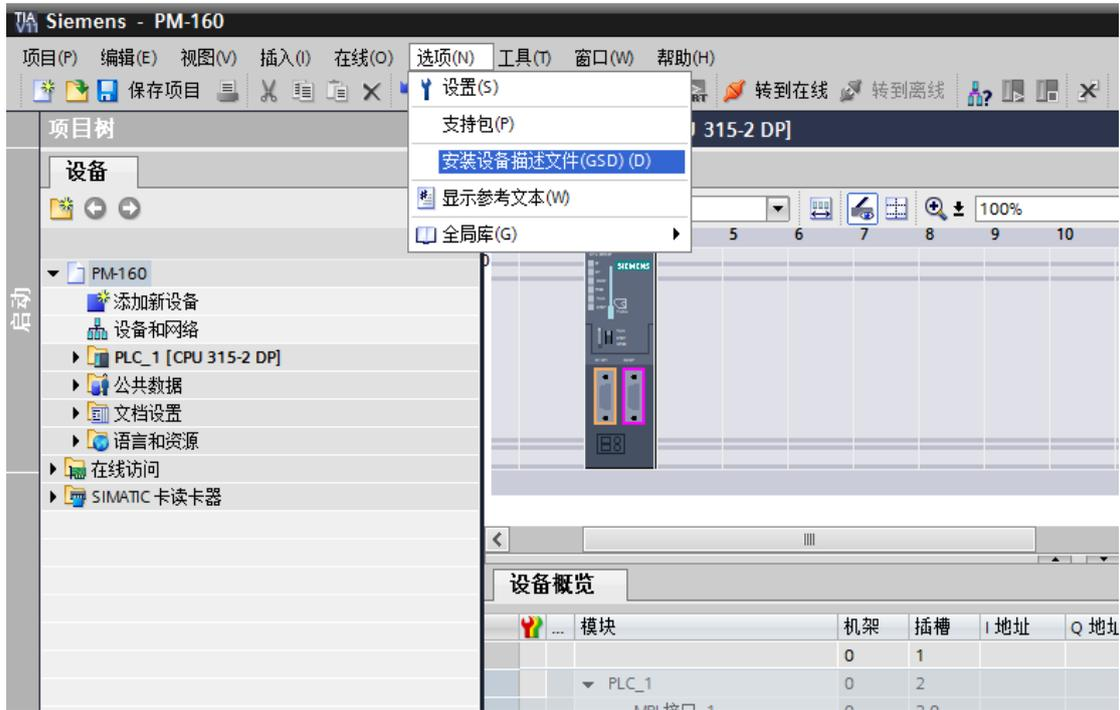

图 5 安装 GSD 文件
2.1 点击 选项 > 安装设备描述文件 (GSD) (D) ，如图 5 所示，在弹出窗口中点击  浏览文件夹找到 PM-160 的 GSD 文件，点击“确定”便可将 GSD 文件添加到窗口中（注意:GSD 文件所在路径中不能包含中文，否则安装失败），如图 6 所示；点击要导入的 GSD 文件前的小方框，勾选完成，点击右下方“安装”，会弹出“确认安装 GSD 文件后需要重启 TIA Portal”的窗口，然后点击“确定”，GSD 文件开始安装,如图 9 所示，安装完成后显示消息“安装已成功完成”，然后点击窗口下方“关闭 TIA Portal”，会弹出“更新硬件目录”的窗口，如图 11 所示：